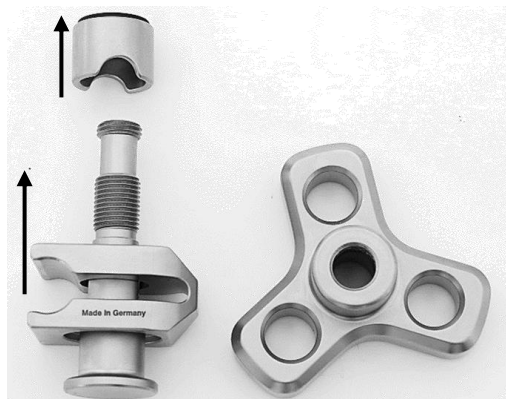

Fig. 19
Dra först klämhylsan (2) från gängstangen (4) och ta sedan bort klämsstycket (3) (fig. 19).